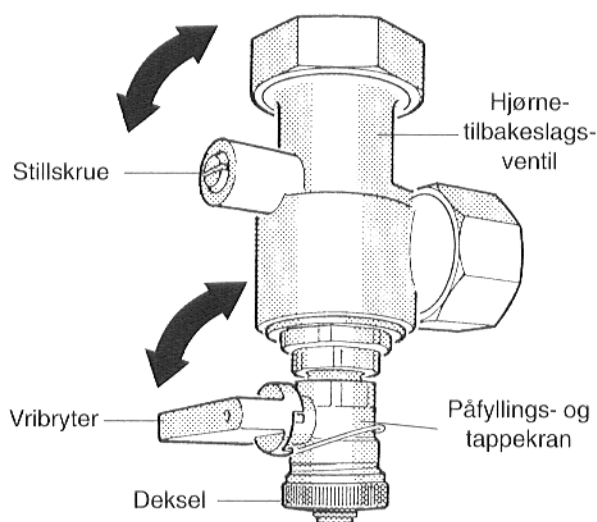

Fig. 15
- Skruslissen på stillskruen til hjørne-tilbakeslagsventilen settes i loddrett stilling (alltid åpen) (fig. 15).
- Dekselet til påfyllingskranen skrus av og påfyllingsslangen skrus på (fig. 15).
- Vribryteren til påfyllingskranen settes i loddrett stilling (åpne) (fig. 15).
- Anlegget fylles langsomt med påfyllingskranen i **ca. 1/2 minutt** (fig. 15).
- Skruslissen til stillskruen på hjørne-tilbakeslagsventilen settes i vannrett stilling (driftstilstand) (fig. 15).
- Anlegget fylles videre med påfyllingskranen (fig. 15).